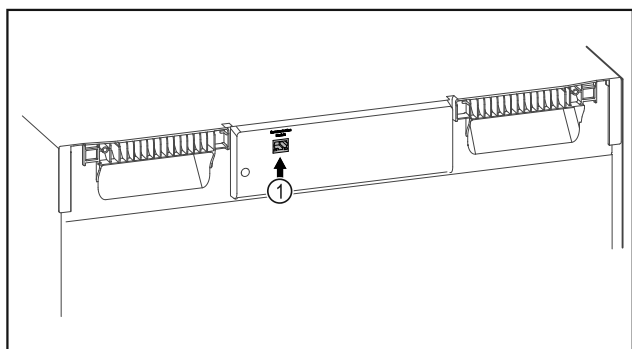

Fig. 78
- SmartModule Fig. 78 (1) je nasadený.